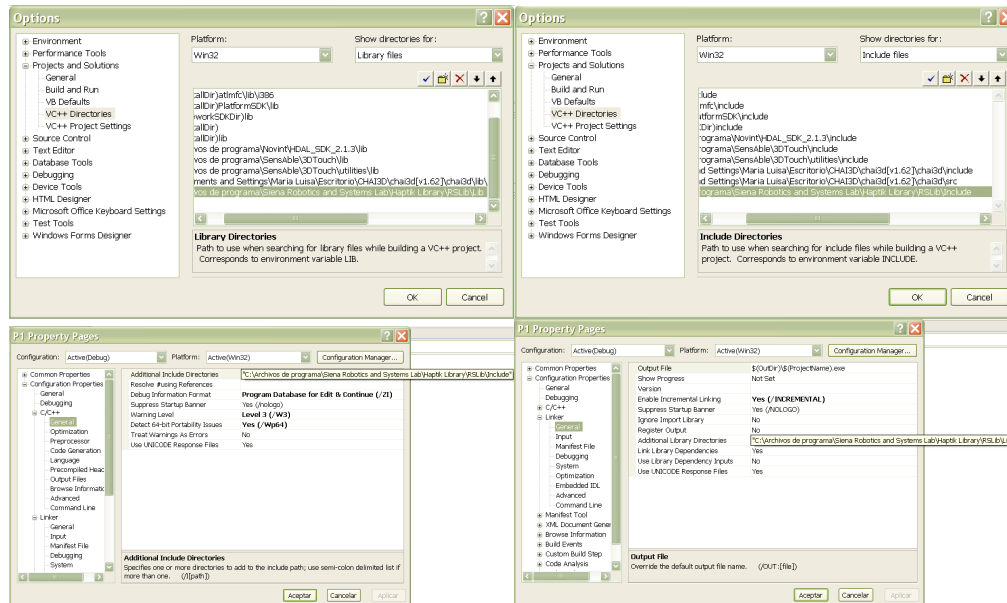

Figura 2. Adición de directorios include y Lib de Haptik.
- Los pasos básicos para una aplicación con VisualStudio 8.0 se resumen en la figura 2. Inicialmente se deberán adicionar al proyecto los directorios include y lib de Haptik. Los